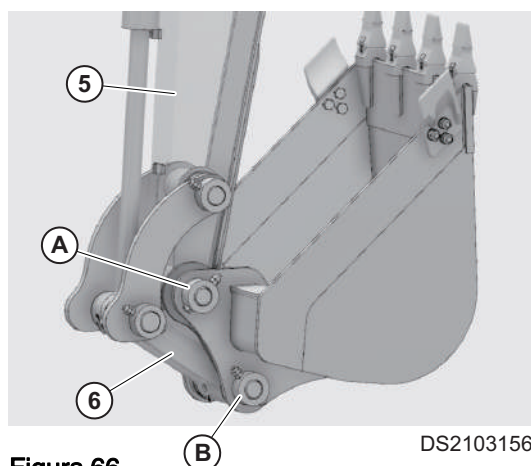
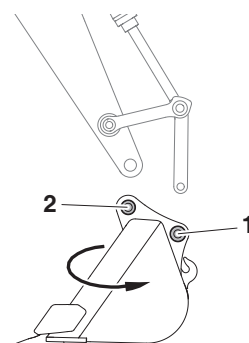

Figura 66
Figura 67
2. Desmonte la tuerca doble del perno de tope del gozne del mango (A, Figura 66) y el gozne de la articulación (B, Figura 66), desmonte el perno, extraiga el gozne del mango (A, Figura 66) y el gozne de la articulación (B, Figura 66), y luego desmonte la cuchara.
4. Alinee el mango (5, Figura 66) al orificio de inversión de la cuchara (1, Figura 67), alinee la articulación (6, Figura 66) al orificio correspondiente (2, Figura 67), introduzca goznes engrasados (A, Figura 66) y (B, Figura 66) en el orificio (1, Figura 67) y el orificio (2, Figura 67) respectivamente.